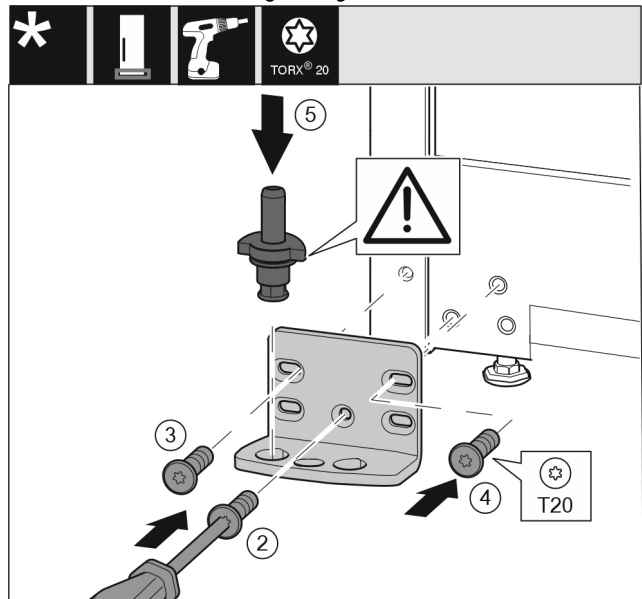

Fig. 15
- ▶ Sæt hængselkonsollen på i den anden side, og skru den fast med en skruetrækker T20. Begynd med skruen 2 fornedet i midten. Fig. 15 (2)
- ▶ Stram skrueene 3 og 4. Fig. 15 (3,4)
- ▶ Sæt hængselbolten helt i. Sørg i den forbindelse for, at låsekammen vender bagud. Fig. 15 (5)